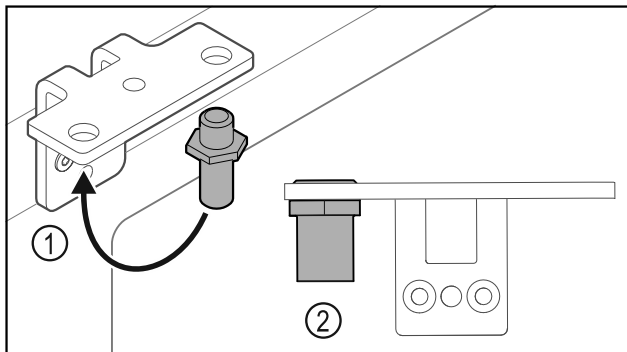

Fig. 28
- Sett om bolten Fig. 28 (1) i hengselvinkelen.
- Trekk til bolten Fig. 28 (2) med **et tiltrekkingmoment på 12 Nm**.